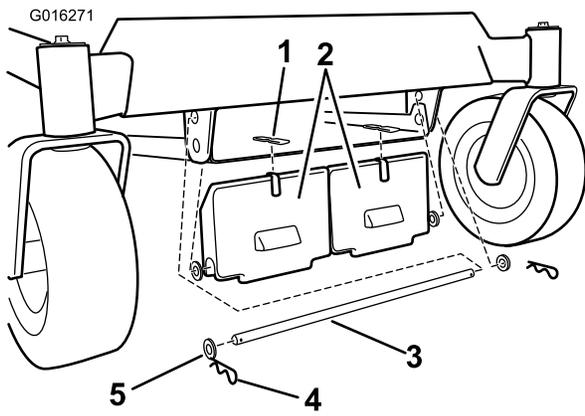

Bild 2
- Montieren Sie eine Klebestoßleiste am Ballast (Bild 2).
3. Montieren Sie den Ballast vorne am Maschinenrahmen. Befestigen Sie den Ballast mit einer Stange, vier Scheiben und zwei Splints, wie in Bild 2 abgebildet.